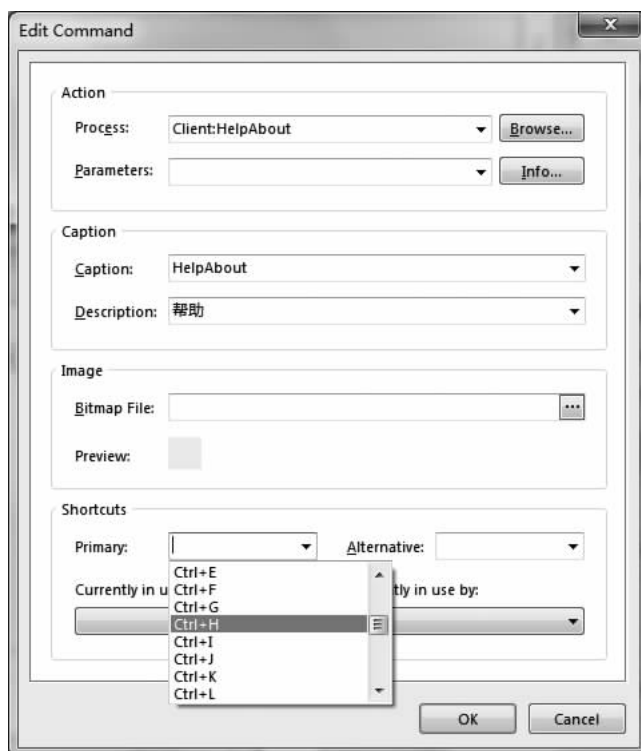
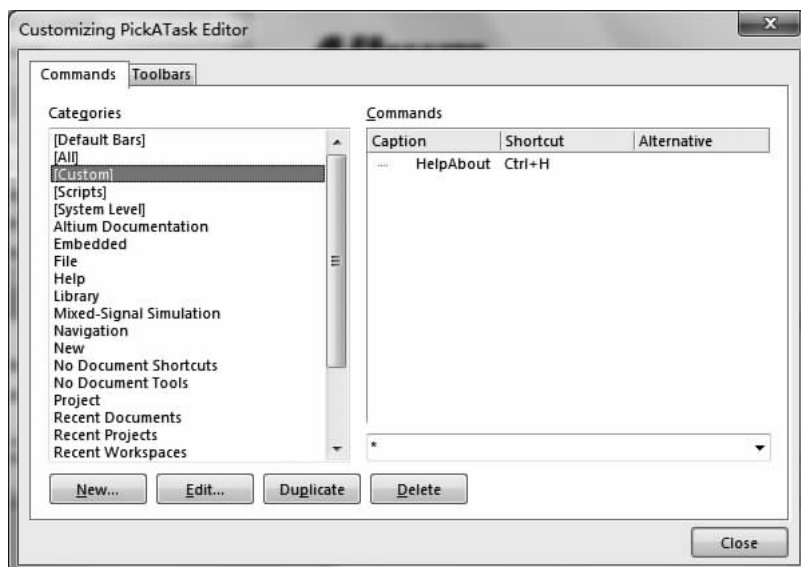
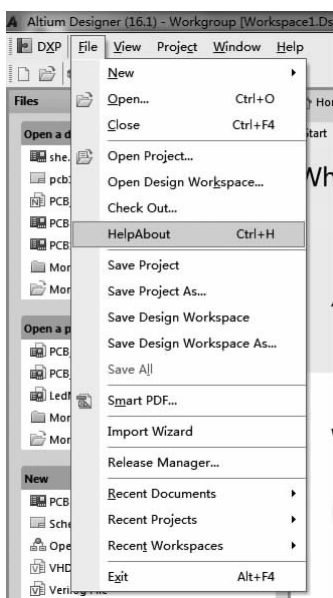

图 1-40 选择快捷键
图 1-41 新建的“HelpAbout”菜单命令
图 1-42 添加“HelpAbout”命令到“File”菜单中
(6)在“Edit Command”对话框的“Shortcuts”(快捷键)选项区域内,在“Primary”下拉列表框中选择“Ctrl+H”作为新建命令的快捷键,如图 1-40 所示。再单击“OK”按钮。新建的“HelpAbout”(帮助)命令就显示在“Customizing PickATask Editor”对话框的“Categories”列表框中的“Custom”项对应的右侧界面内,如图 1-41 所示。
(7)将鼠标指针移到图 1-41 所示右侧的“Commands”列表中新建的命令“HelpAbout”上,按住鼠标左键不放,将其拖曳到主菜单“File”菜单栏中,释放鼠标左键,即完成了在“File”菜单栏中增加“HelpAbout”(帮助)菜单命令的工作,如图 1-42 所示。当执行该命令或按“Ctrl+H”快捷键时,系统都将打开帮助页面。